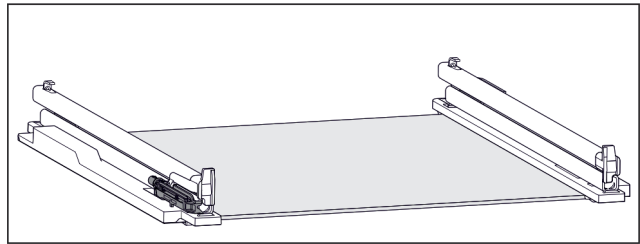

Fig. 113 Unidad de amortiguación
- La unidad de amortiguación está fijada en la guía izquierda. (consulte Fig. 113) En la guía derecha no hay fijada ninguna unidad de amortiguación.